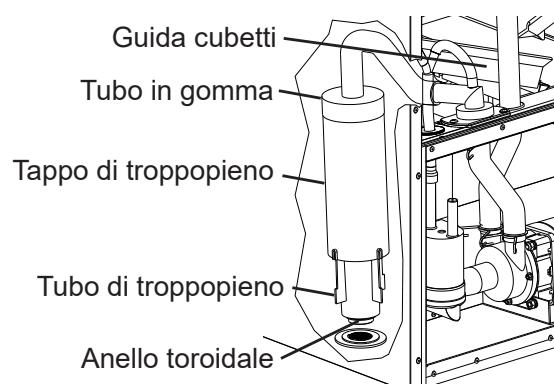

Fig. 6
- 7) Far scorrere la guida cubetti verso destra, quindi rimuovere il tappo in gomma e il manicotto che copre il tubo di troppopieno. Vedere Fig. 6. Svitare il tubo di troppopieno. Dopo aver scaricato il serbatoio dell'acqua, ricollegare il tubo di troppopieno. Ricollocare il tubo in gomma, il tappo di troppopieno e la guida cubetti in modo corretto. **AVVISO! Assicurarsi che l'O-ring sia collegato alla parte inferiore del tubo di troppopieno e prestare attenzione a non spanarlo.**
- 4) Rimuovere il pannello isolante anteriore, quindi far scorrere la guida cubetti verso destra. Rimuovere il tappo in gomma e il manicotto che copre il tubo di troppopieno. Vedere Fig. 6. Svitare il tubo di troppopieno. Dopo aver scaricato il serbatoio dell'acqua, ricollegare il tubo di troppopieno. Ricollocare il tubo in gomma, il tappo di troppopieno, la guida cubetti e il pannello isolante anteriore. **AVVISO! Assicurarsi che l'O-ring sia collegato alla parte inferiore del tubo di troppopieno e prestare attenzione a non spanarlo.**